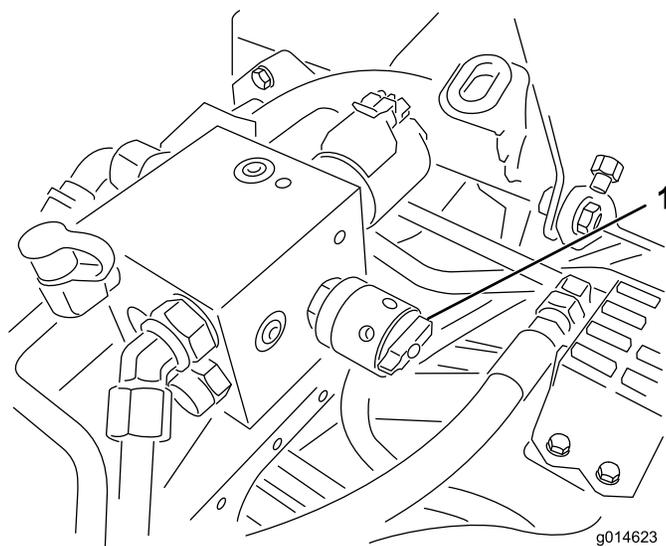

Figura 36
4. Per impostare la velocità dei cilindri girate la manopola (Figura 36) fino a portare le frecce in linea con il numero corrispondente all'impostazione desiderata.